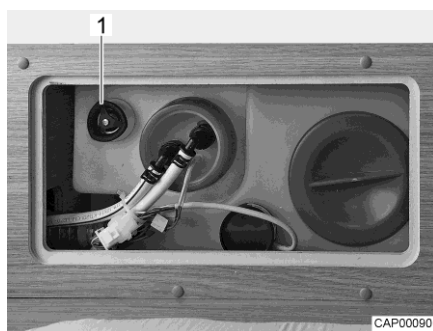

Bild 62 Vattentank med ratt
- Vrid ratten (Bild 62,1) på vattentanken moturs mot motståndet till stoppläget för att öppna utloppsöppningen helt.